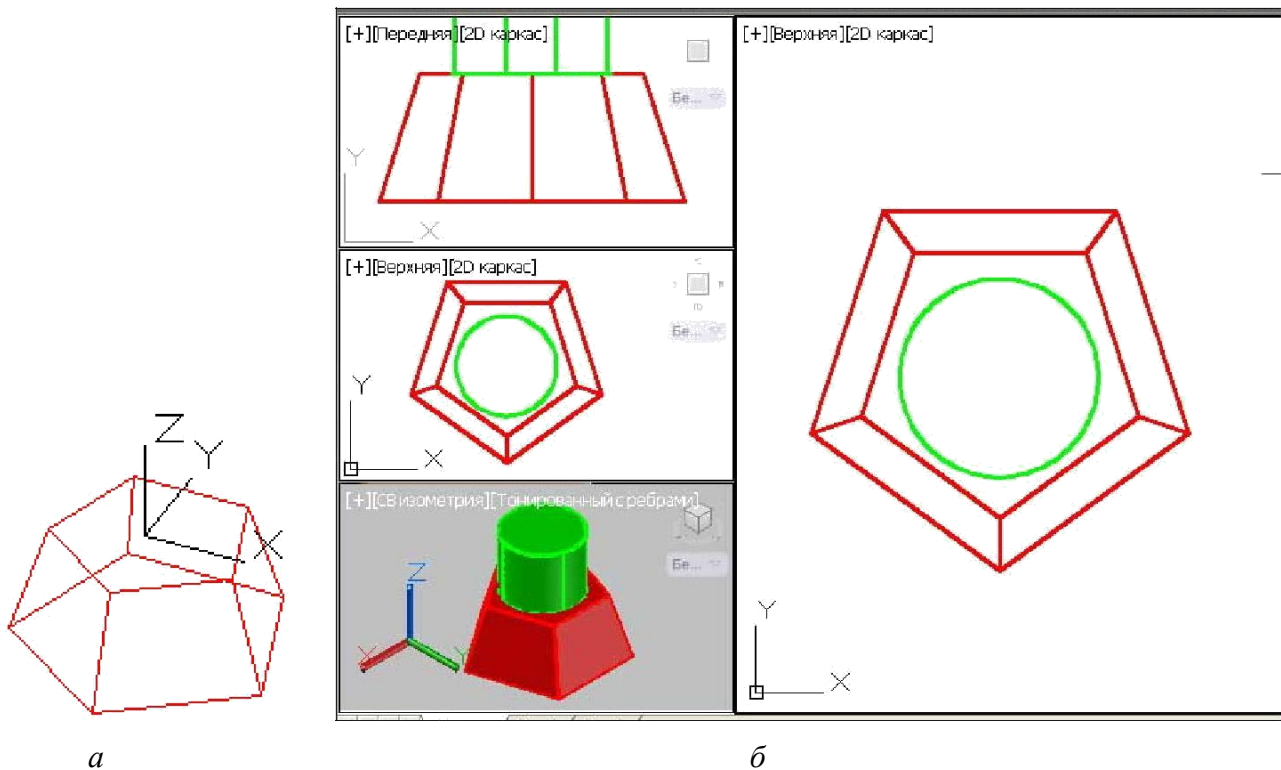

Рис.5.26. Последовательность создание 3D-модели:
– Сменить текущий слой на другой. Для обеспечения принадлежности основания цилиндра к верхней грани усеченной пирамиды необходимо задать пользовательскую систему координат в ней. Для этого в панели **Координаты** вкладки **Главная** вызвать команду **ПСК** с опцией **Грань**  (рис. 5.25, в). Данная команда устанавливает пользовательскую систему координат так, чтобы плоскость Oxy совпадала с гранью 3D-объекта. Необходимо указать нужную грань (в данном случае верхнее основание усеченной пирамиды). При этом на данной грани появляется изображение новой ПСК (рис. 5.26, а). Существует также возможность переноса **ПСК** на необходимую грань с использованием *ручек*.
На одном из видовых экранов (наиболее удобно на самом большом видовом экране) установить вид сверху и в центре полученной фигуры задать первую точку цилиндра, установив радиус основания 25 и высоту 40 (рис. 5.26, б).